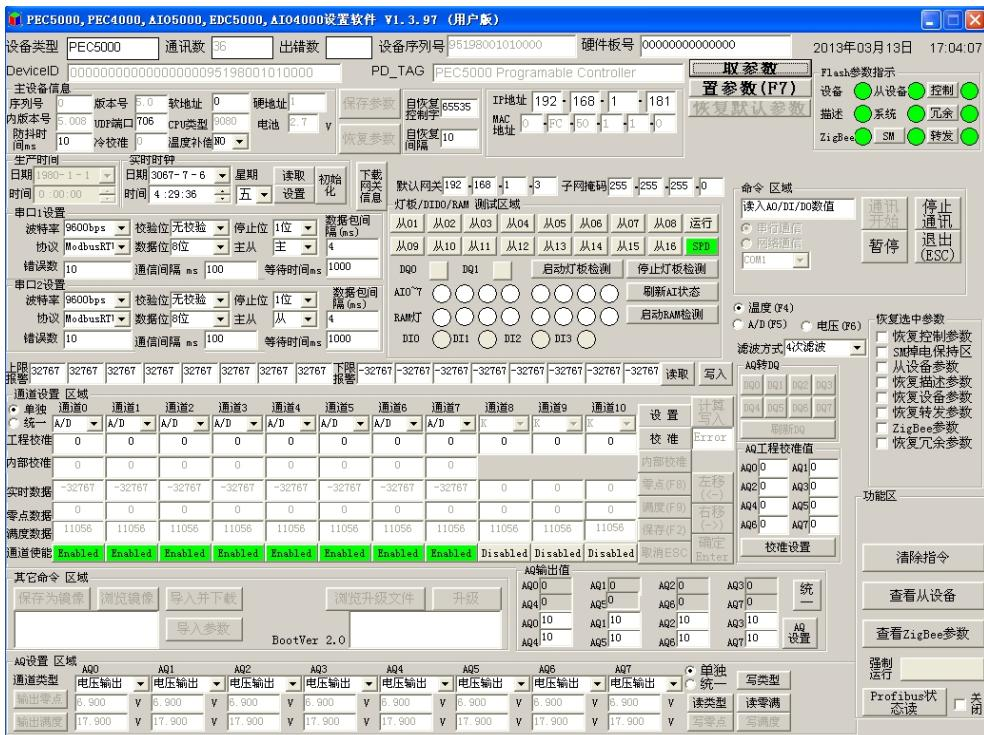

图 6-1-2 PEC5000 用户设置软件
(2) 启动设置软件：启动 PEC5000 用户设置软件，进入如图 6-1-2 所示界面，单击“通信”按钮。设置软件连接控制器，读取控制器系统参数，进入参数设置状态。
(3) 参数设置：点击“取参数”按钮，将控制器现在运行的参数显示在软件界面上。“置参数”按钮则将软件界面中的已经修改的参数下载至控制器中，完成对